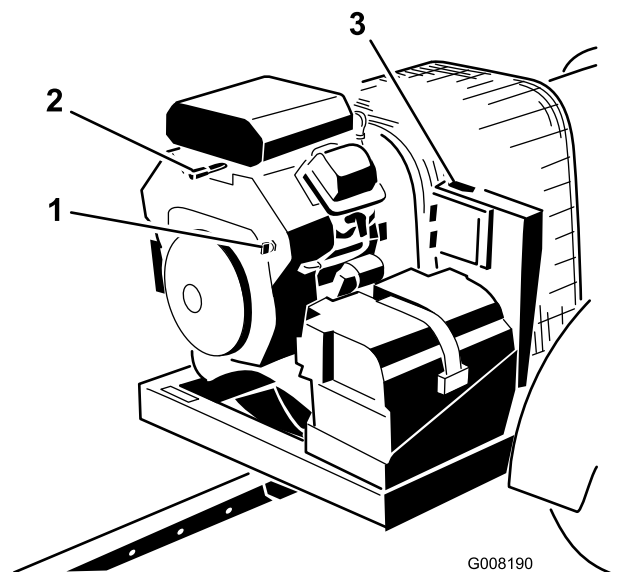

Figure 13
3. Tournez la clé de contact en position Démarrage puis relâchez-la pour qu'elle revienne rapidement en position Contact établi. Cela a pour effet de réveiller le récepteur (Figure 13).
4. En quittant la machine, tournez la clé en position Contact coupé avant de l'enlever (Figure 13).